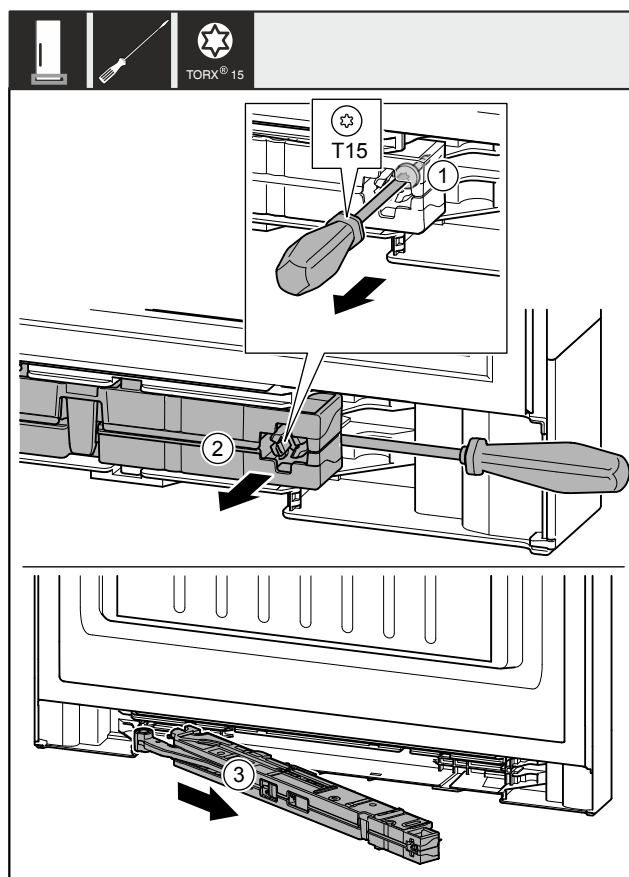

Fig. 11
- ▶ Oldja ki a csavart Fig. 11 (1) a záráscsillapító egységen egy kb. 14 mm méretű csavarhúzóval.
- ▶ Emelje ki a záráscsillapító egységet Fig. 11 (2) a fogantyú felőli oldalon csavarhúzó segítségével felfelé.
- ▶ Húzza ki a záráscsillapító egységet Fig. 11 (3).